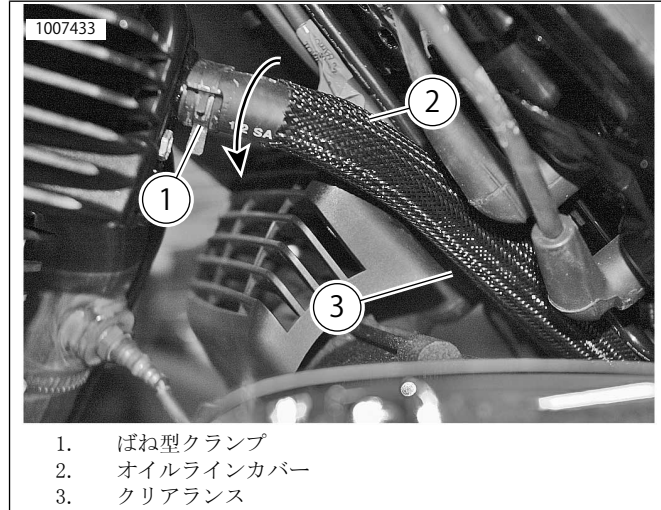

図3。リアオイルラインカバー
- a. 「図3」を参照。必要に応じてプラグワイヤーの位置を再調整します。